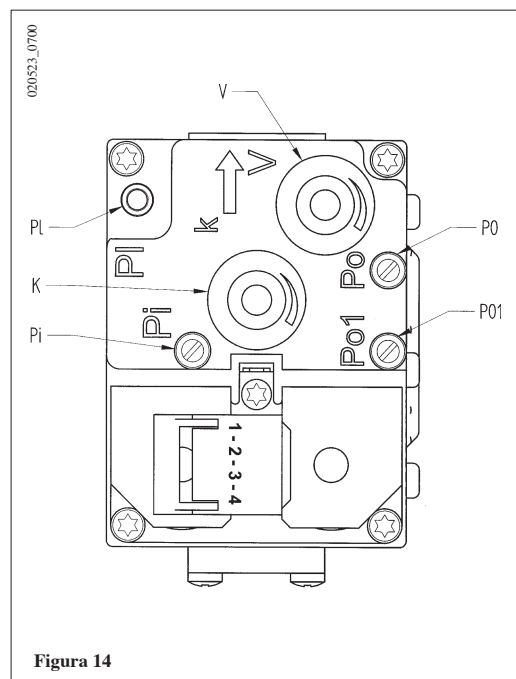

Figura 14
- a) valvola gas SIEMENS modello VDU 11 (figura 14);
- 1) **taratura della portata termica massima.** Verificare che la CO₂ misurata sul condotto di scarico, con caldaia funzionante alla massima portata termica, sia quella riportata nella tabella 1 o 1a. In caso contrario agire sulla vite di regolazione (V) presente sulla valvola gas.
a) valvola gas SIEMENS modello VDU 11 (figura 14): ruotare la vite in senso orario per aumentare il tenore di CO₂ ed in senso antiorario per diminuirlo;